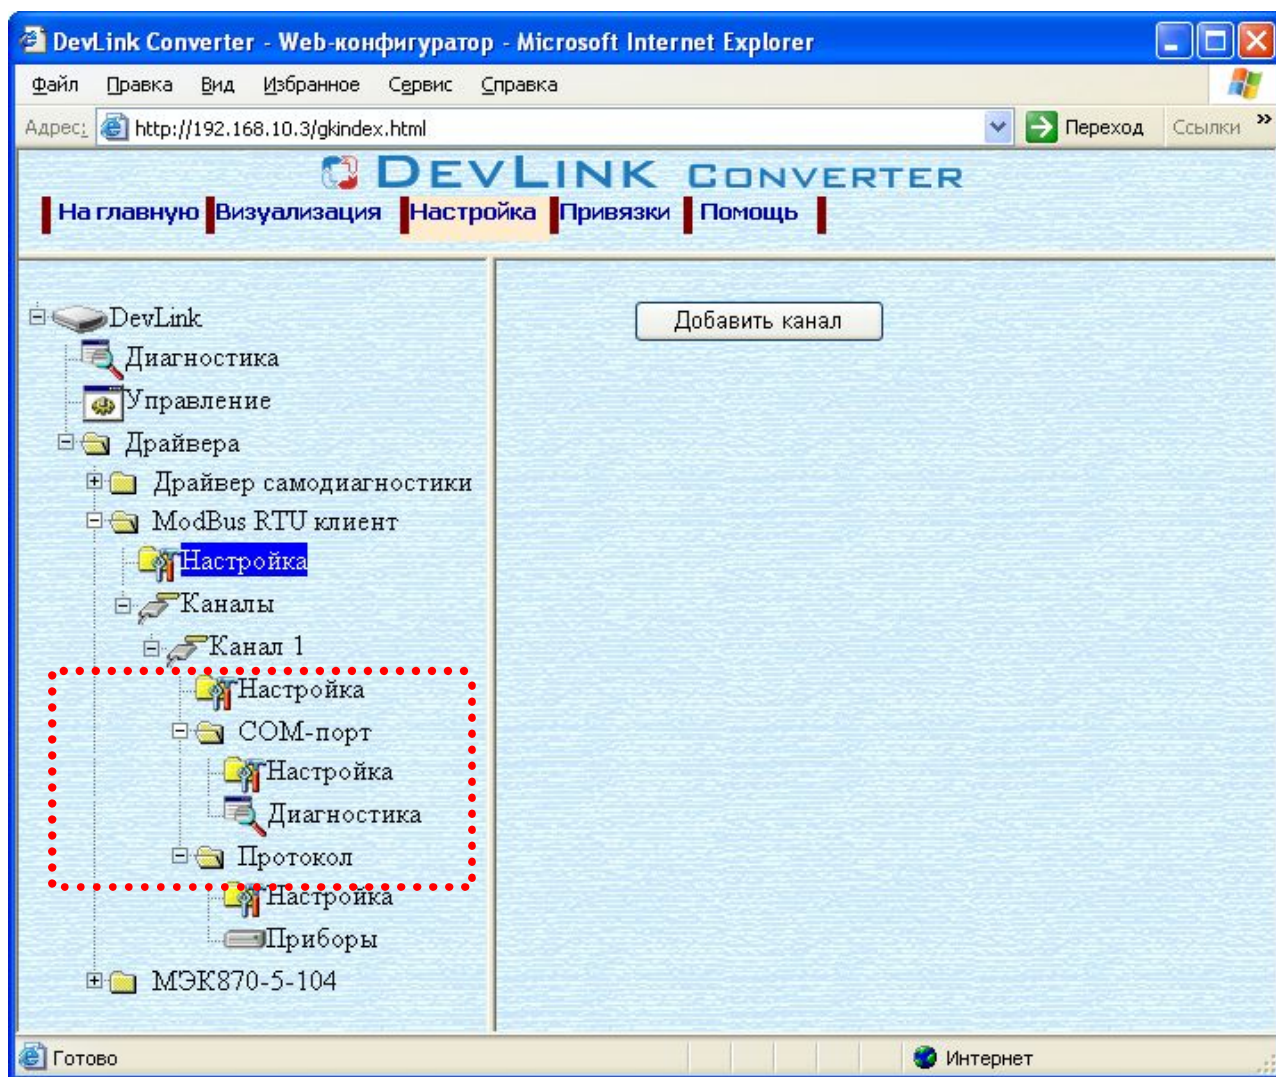

Рисунок 3.3 – Поддержево нового канала драйвера
- Нажмите на кнопку *«Добавить канал»*. В результате будет произведено добавление канала. Дерево объектов будет обновлено. Папка *«Каналы»* драйвера должна содержать поддерево, относящееся к новому каналу (рисунок 3.3).